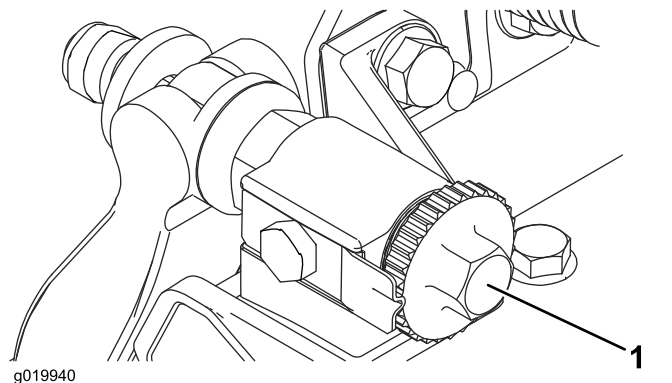

Figure 8
2. Tournez les vis de réglage de la barre d'appui dans le sens antihoraire pour vérifier que la barre ne touche pas le cylindre (Figure 8).